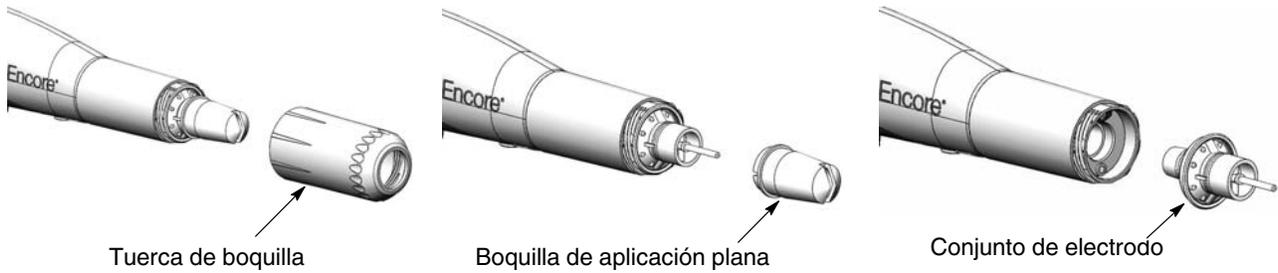

Figura 4-6 Cambio de boquillas de aplicación planas
2. Ver la figura 4-6. Desenroscar la tuerca de boquilla en sentido antihorario.